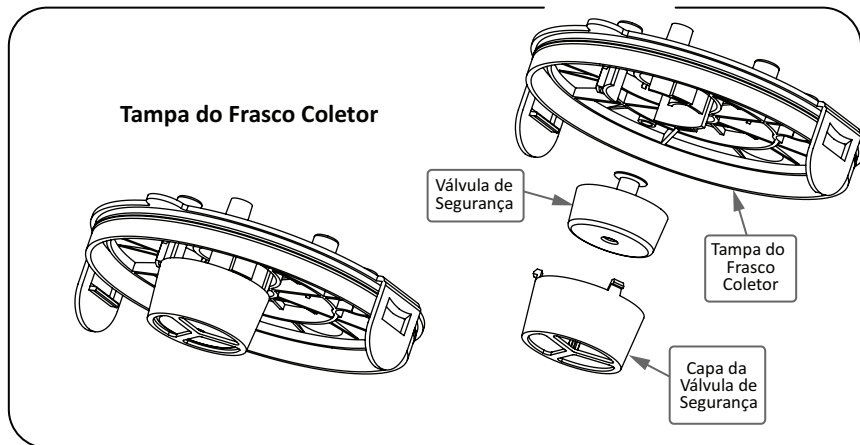

Fig. 9 - Tampa do Frasco com Válvula de Segurança
- 1 **Válvula de Segurança:** o frasco coletor vem equipado com uma válvula que tem como objetivo evitar que o líquido reentregue no frasco a motor do aparelho. Mantenha esta válvula (Fig. 9) sempre conectada e limpa para evitar contaminação do filtro e danos ao equipamento.